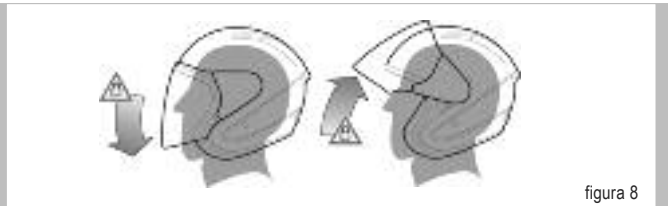

figura 8
**Accionamiento** - vea la figura 8